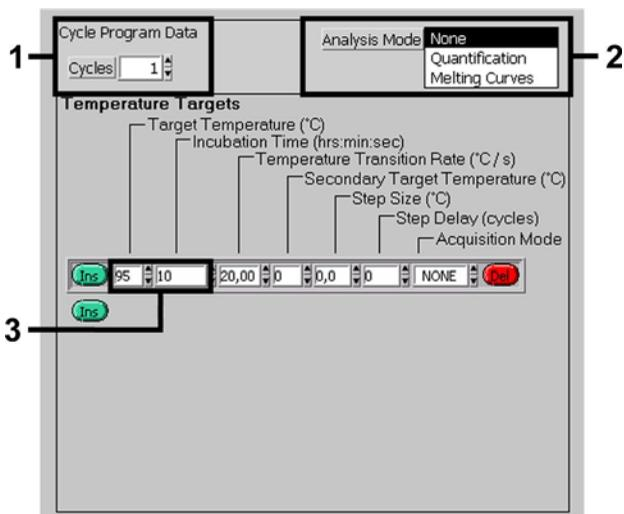

Fig. 4: Ativação inicial da enzima de começo quente.
- B. Ativação inicial da enzima de começo quente Fig. 4